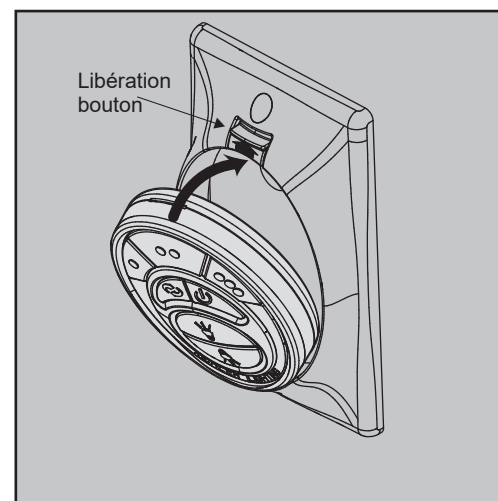

Fig. 25
Étape 1. Insérez l'émetteur dans la plaque murale en insérant d'abord le bas de l'émetteur, puis appuyez sur le haut de l'émetteur dans la poche. L'émetteur fonctionnera pleinement à partir de cet emplacement ou vous pourrez le retirer et l'utiliser comme appareil «portable». (**Fig. 25**)